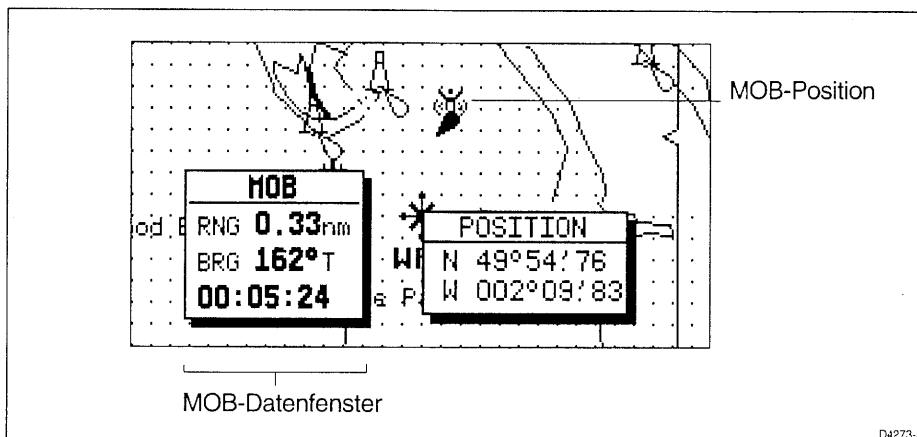

Abb. 6-3: MOB-Anzeige
- Anzeige des MOB-Datenfensters mit Peilung und Entfernung von der Schiffsposition zur MOB-Wegpunktposition; außerdem Anzeige der bereits verstrichenen Zeit seit dem MOB (*Abb. 6-3*).